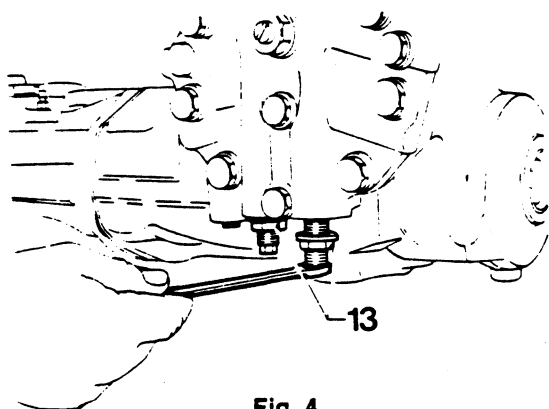

Fig. 4
- Draai de borgmoeren 13 los en draai de ventielen 11 eruit (Fig. 4).